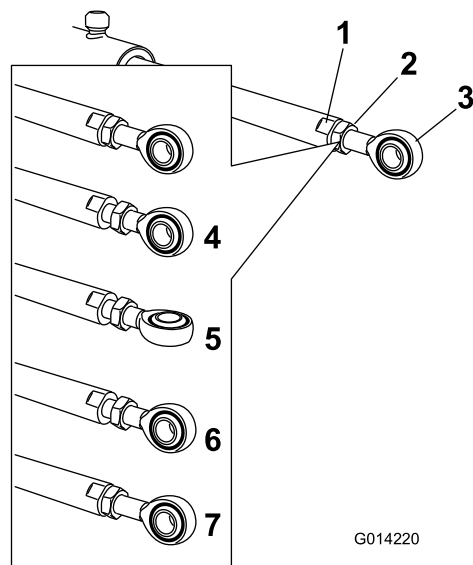

Figura 64
5. Utilizați o cheie pe părțile plate ale tijei dispozitivului de acționare pentru a o imobiliza, apoi slăbiți contrapiulia pentru a permite reglarea tijei cu ureche (Figura 64).
6. Rotiți tija cu ureche în tija dispozitivului de acționare pentru a scurta sau a prelungi dispozitivul de acționare extins în poziția dorită (Figura 64).